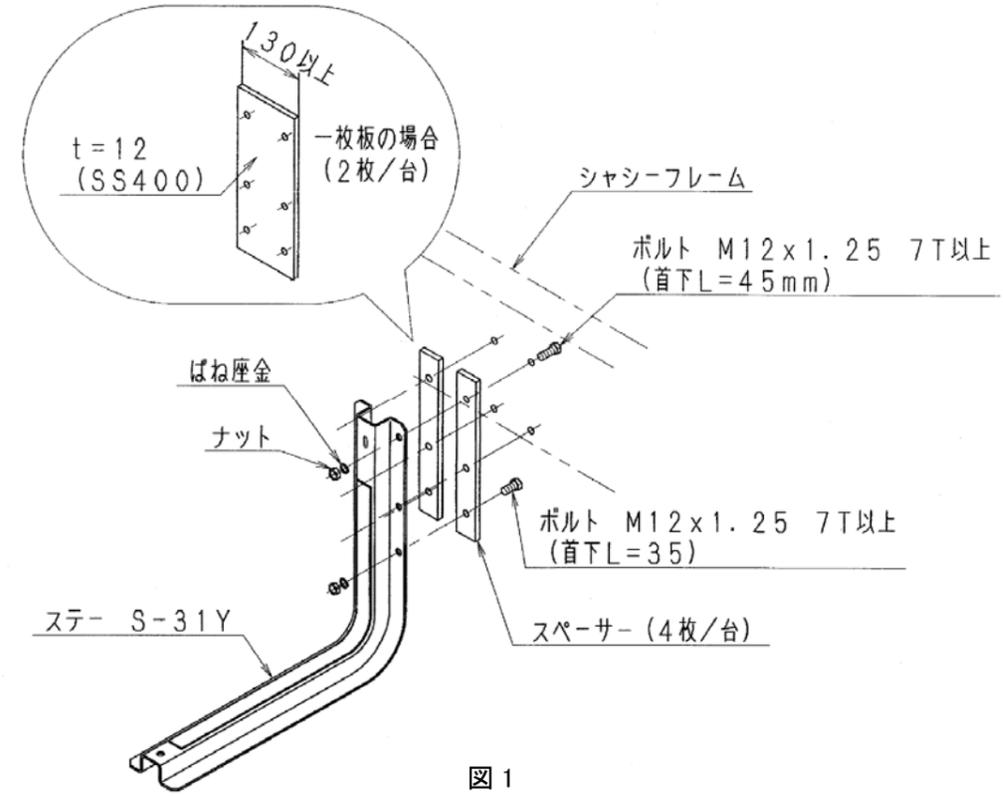

図1
- (1) 図1のようにスペーサーをシャシーフレームとステアの間に入れ、ステアをシャシーフレームに取付けて下さい。
スペーサーは弊社部品(スペーサー SP-31:図2)又は同等の部品もしくは図1の一枚板の部品を製作して使用して下さい。(4個/台:スペーサーの場合)